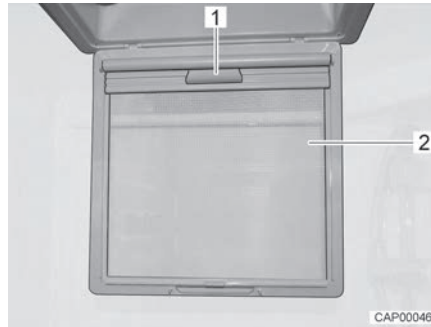

Bild 62 Verdunklungsrollo
- Insektenschutz (Bild 62,2) nach unten klappen.
- Verdunklungsrollo am Griff (Bild 62,1) nach unten ziehen, bis es auf der Gegenseite einrastet.
- Verdunklungsrollo am Griff (Bild 62,1) ausrasten und langsam in die Ausgangsstellung zurückführen.
- Insektenschutz (Bild 62,2) nach oben schwenken, bis er einrastet.